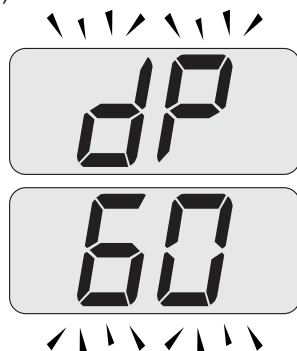

Figura 7.7
- Premere 2 volte il tasto 16 fino a far apparire sul display LCD le lettere **dP** (spazzacamino attivo in massimo sanitario) che si alternano con il valore di temperatura dell'acqua di riscaldamento (es. **60**), indicanti l'entrata nell'attivazione della "funzione spazzacamino" alla potenza massima in sanitario (Figura 7.7).